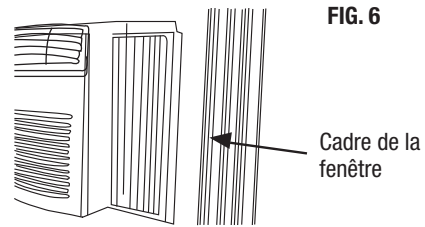

FIG. 6
B. Déployer les panneaux en accordéon contre le cadre de la fenêtre (Fig. 6).